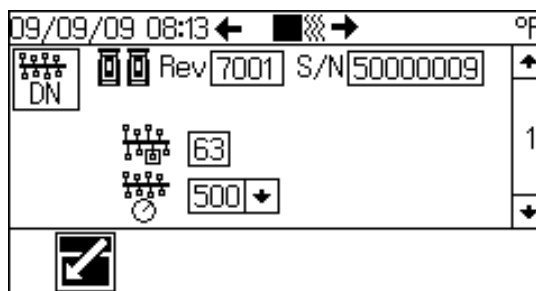

ABB. 10: Geräteadresse
-   drücken, um zum Bildschirm 1 zu navigieren. Siehe ABB. 10.